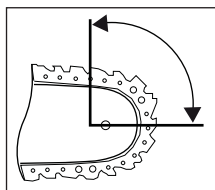

Fig. 1
- En berøring med skinnespidsen kan i mange tilfælde medføre en uventet bagudrettet reaktion, hvor sværdet 16 løftes op i retning af brugeren (se fig. 1).